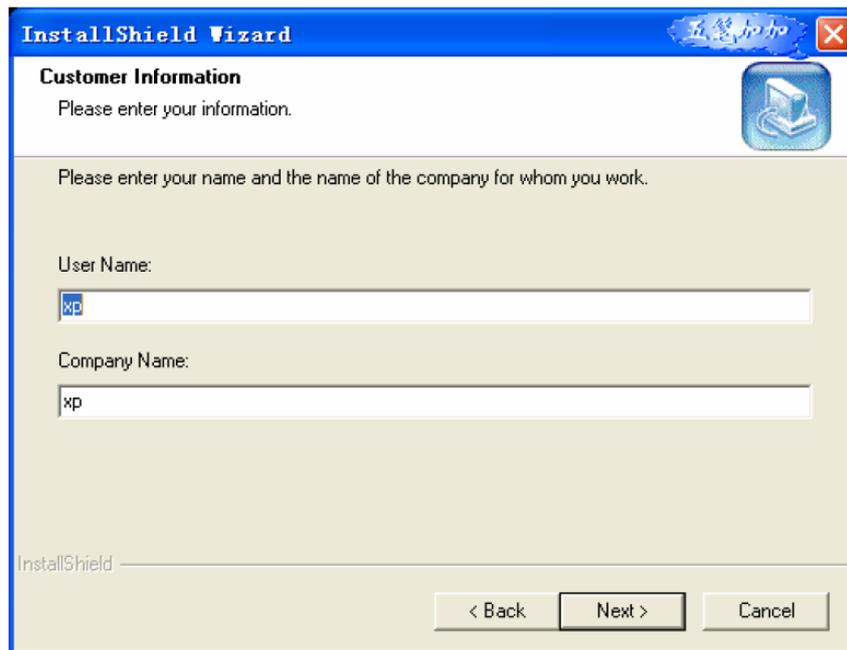
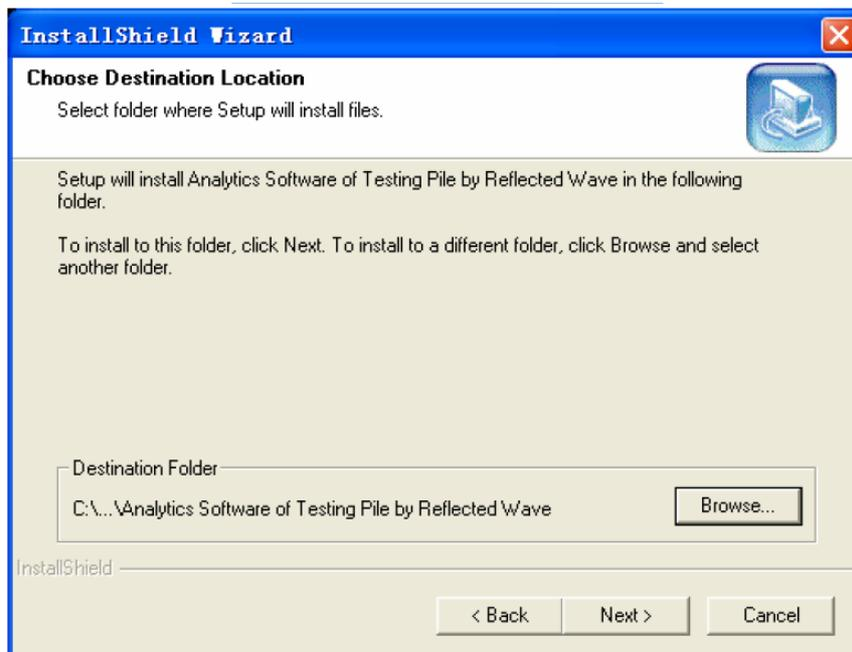
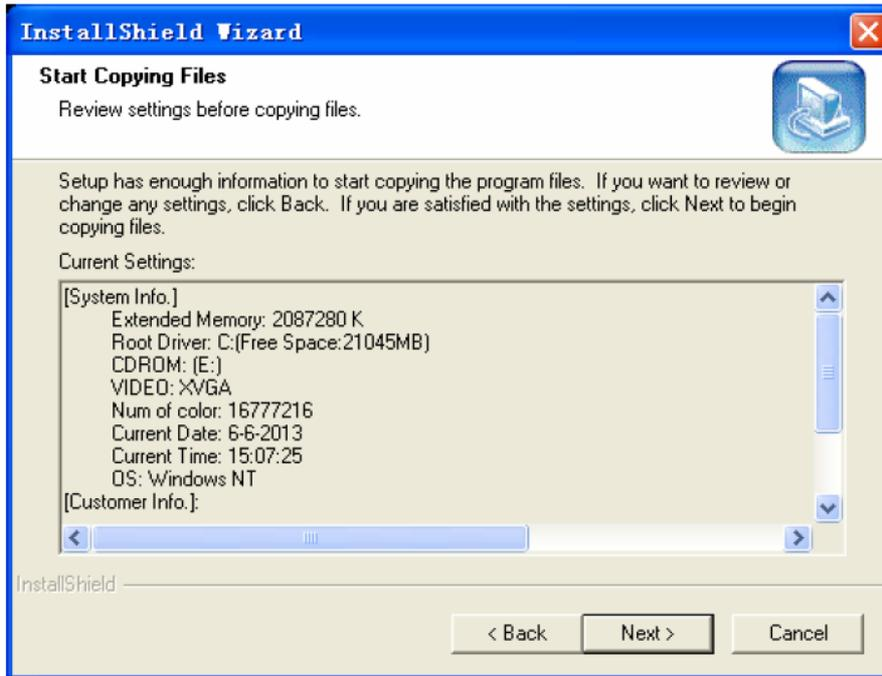
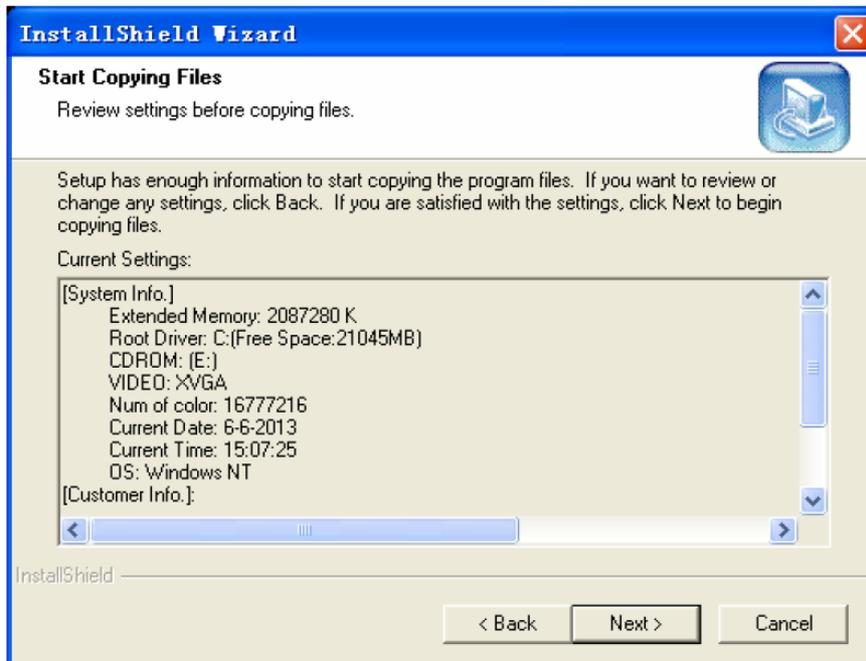

Figura 2.4 Finestra di dialogo User Information
Figura 2.5 Seleziona cartella di installazione
Figura 2.6 Finestra di dialogo informazioni
Figura 2.7 Installation Progress
2. Per uscire dall'installazione, fare clic su **Cancel** nella schermata di benvenuto. Facendo clic sul pulsante **Next**, gli utenti possono vedere la finestra di dialogo User Information nella Figura 2.4;
3. Dopo aver inserito le informazioni dell'utente nella finestra di dialogo in Figura 2.4: se si fa clic su **Back** si ritorna all'interfaccia in Figura 2.3; se fai clic sul pulsante **Cancel**, uscirai dal programma di installazione; se fai clic sul **Next**, visualizzi la finestra di dialogo a comparsa Select Installation Folder (Figura 2.5).
4. Dopo aver selezionato una cartella di destinazione facendo clic sul pulsante **Browse** nella finestra in Figura 2.5: se si fa clic sul pulsante **Back** si ritorna all'interfaccia in Figura 2.4; se fai clic sul pulsante **Cancel**, uscirai dal programma di installazione; se fai clic sul pulsante **Next** vedrai un'interfaccia di ricerca delle informazioni a comparsa (Figura 2.6).
5. Nella finestra di dialogo in Figura 2.6: se fai clic su **Back**, tornerai all'interfaccia in Figura 2.5; se fai clic su **Cancel**, uscirai dal programma di installazione; se fai clic su **Next**, verrà avviata la copia dei file e verrà visualizzata la finestra di dialogo Installation Progress (Figura 2.7). Il tempo consumato è legato alla configurazione hardware del computer, che va da pochi secondi a pochi minuti. È possibile uscire dall'installazione in qualsiasi momento durante il processo facendo clic sul pulsante **Cancel**.